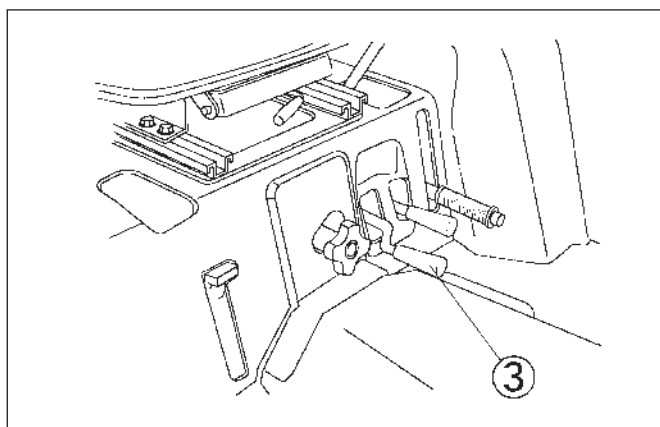

FIG. 5-23
FIG. 5-23: Pour sélectionner la prise de force centrale, appliquez la même procédure qu'avec la prise de force arrière, mais en actionnant le levier de prise de force centrale. Avec la pédale d'embrayage complètement enfoncée déplacez le levier (3) à la position M pour embrayer la prise de force et à la position N pour la débrayer.